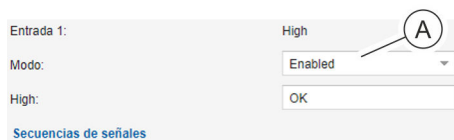

Fig. 118: Activar o desactivar entrada o salida
2. En el cuadro de selección (Fig. 118/Ⓐ), ajuste el valor a "Enabled" (para su activación) o a "Disabled" (para su desactivación).